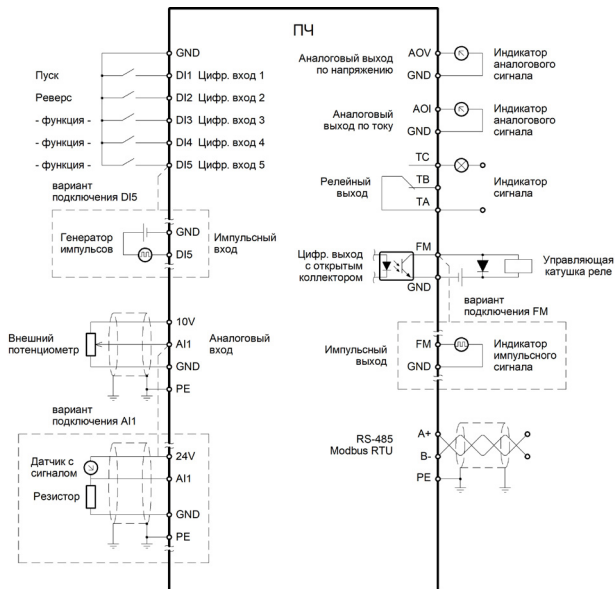

Рисунок 3 – Подключение управляющих клемм
AI1	Аналоговый вход. Работает по напряжению в диапазоне 0...10 В и по току в диапазоне 0-20мА (В моделях, имеющих (V) на конце, для работы с токовым сигналом аналогового входа необходимо подключить резистор 510 Ом (входит в комплект поставки) согласно схеме подключения (рисунок 3))